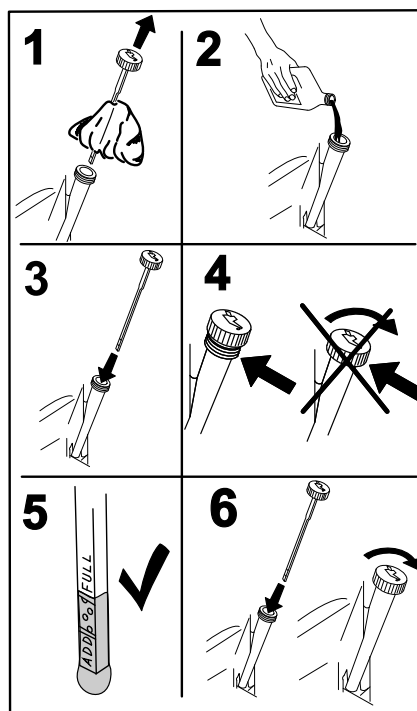

Figure 46
- Versez lentement environ 80% de l'huile spécifiée dans le tube de remplissage puis faites l'appoint lentement jusqu'à ce que le niveau atteigne le repère du plein (**Full**) (Figure 46).